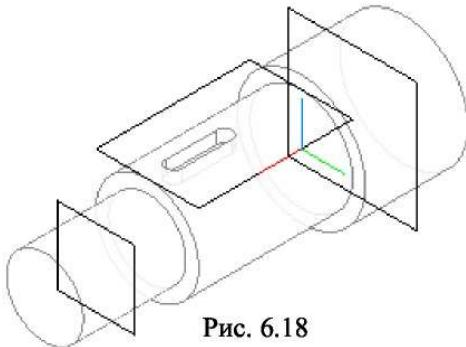

Рис. 6.18
4) Паз формируем с использованием команды Вырезать выдавливанием (рис. 6.18).